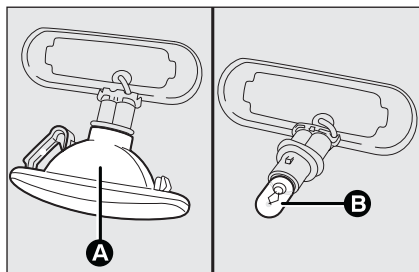

fig. 28
- estrarre il trasparente **A**-fig. 28 dal portalampada (è inserito a pressione);